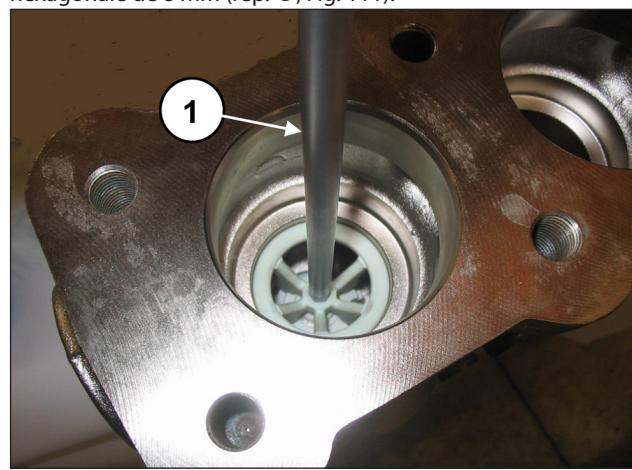

Fig. 111
Extraire l'entretoise du guide de souape à l'aide d'une clé hexagonale de 8 mm (rep. ①, Fig. 111).